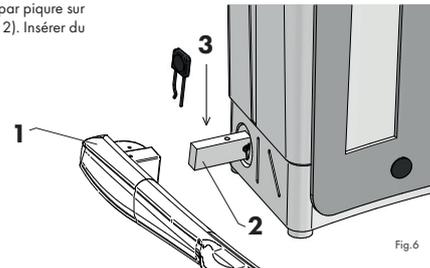

Fig.6
Monter le levier (fig. 6/ pos. 1) par piquure sur le raccord du levier (fig. 6/ pos. 2). Insérer du haut la goupille (fig. 6/ pos. 3)